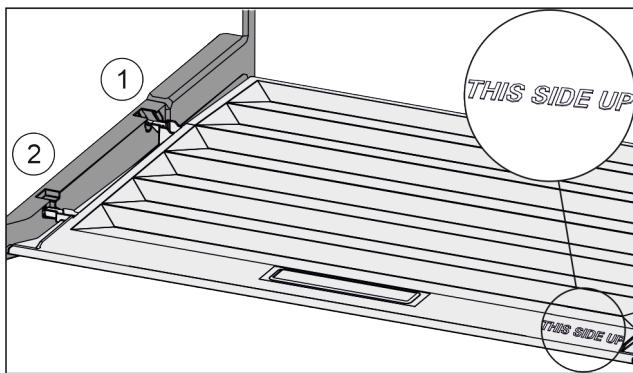

Fig. 97
- ▶ Introduceți nervura capacului prin orificiul suportului posterior Fig. 97 (1) și înclicheați-l în față în suport Fig. 97 (2).